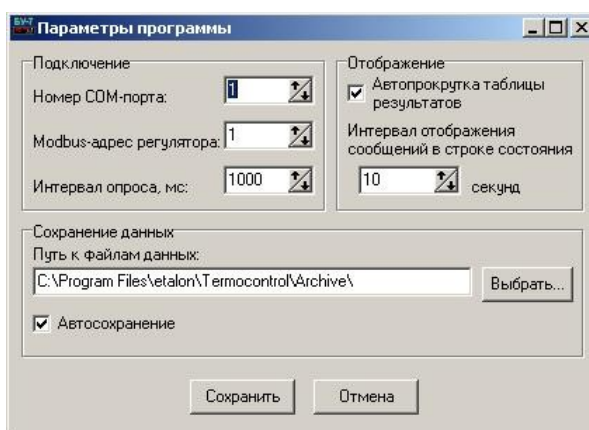

Рисунок 3 – Параметры программы "Termocontrol"
7.7.2.2 Нажать пункт меню "Параметры", а затем "Параметры программы", после чего появится окно "Параметры программы" (см. рисунок 3).